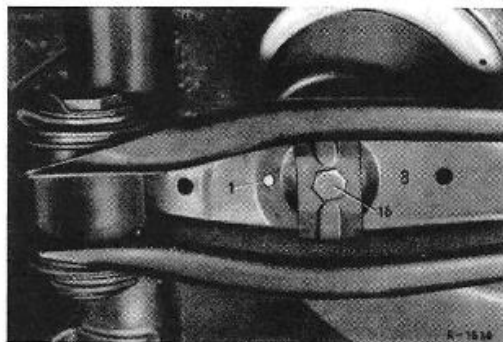

Bild 35-3/1
1 Bei Wagen mit Luftfederung Federkolben von der Schubstrebe (8) abschrauben und im Federbalg stecken lassen (Bild 35-3/1).